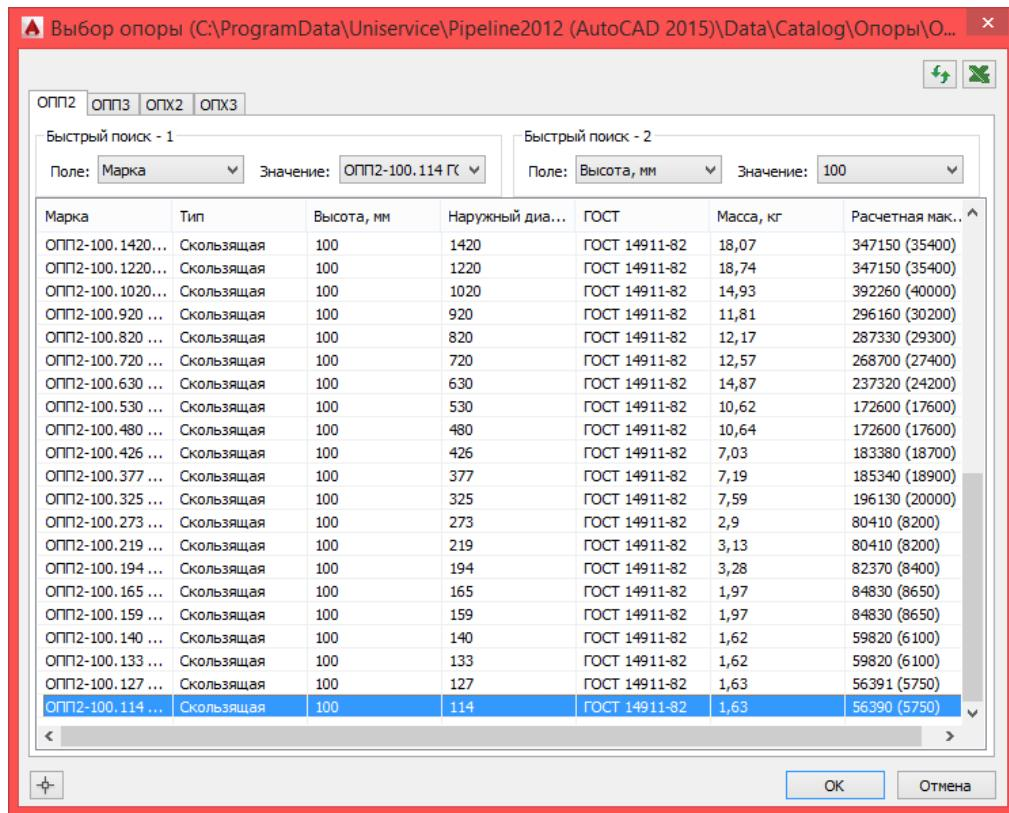

Рис. 70 Диалоговое окно выбора опор из каталога.
- г) В диалоговом окне *Выбор опоры* (см. рис. 70) выбрать запись с нужной опорой и нажать *OK* (или дважды щелкнуть по нужной записи).